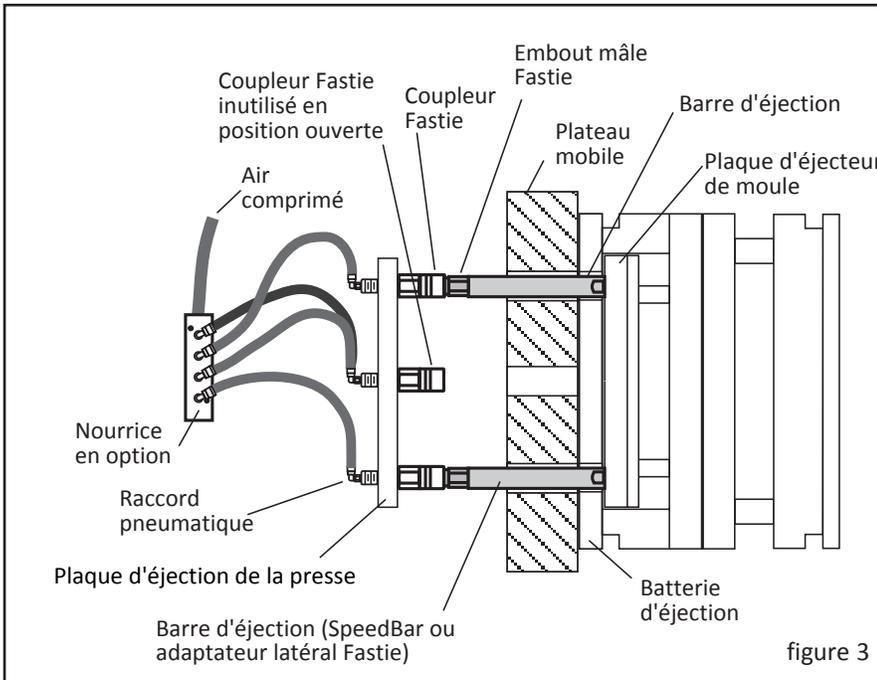

figure 3
2. Installez les raccords pneumatique au coupleur selon la figure 3.